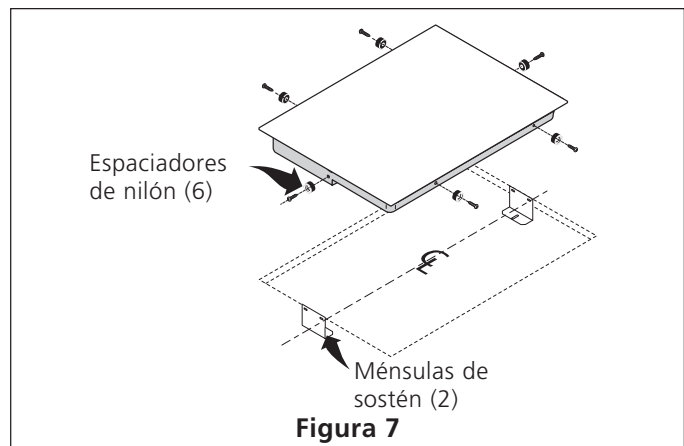

Figura 7
**⚠ ADVERTENCIA** No quite los espaciadores de nilón en los bordes de la estufa. Estos espaciadores mantienen la estufa en el centro del espacio provisto. La estufa debe estar centrado para evitar una acumulación excesiva de calor que puede resultar en daños por calor o incendio (Figura 7).